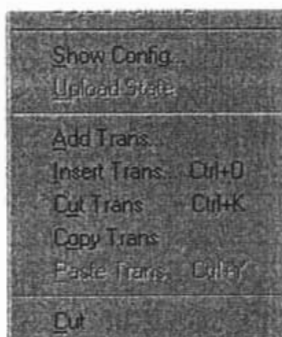

Figura 3.15: Menú parcial del objeto DIRECT I/O.
**Menú del objeto (figura 3.15)**